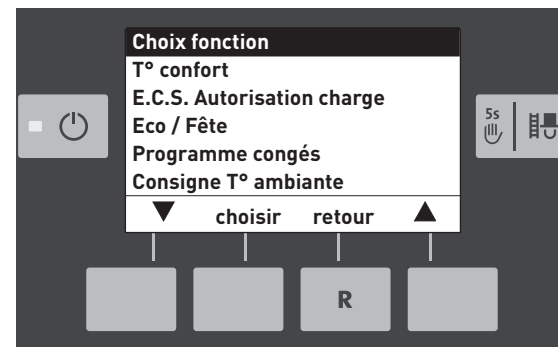

Fig. 23
- ▶ Sélectionner « Choix fonction » – Fig. 23.